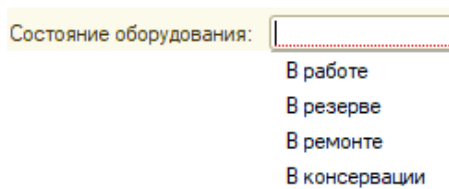

Рисунок 43
3.5.9 заполнить поле «Состояние оборудования» (рисунок 43);